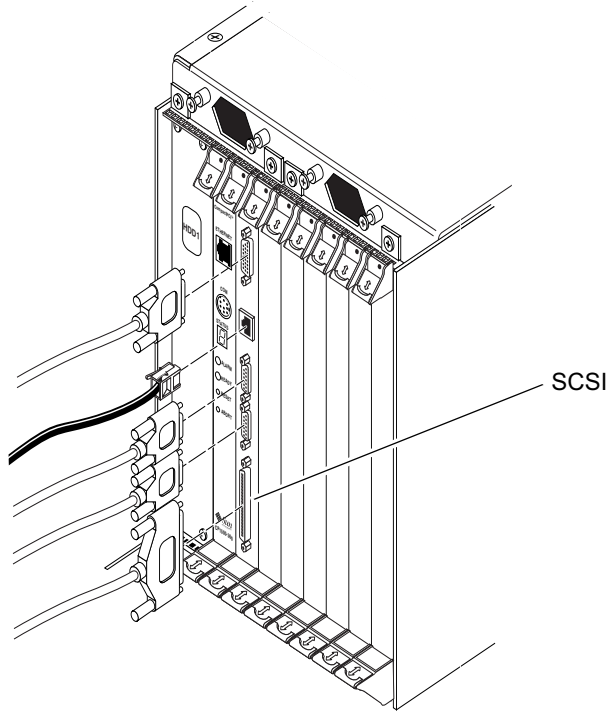

图 5-42 确定 CPU 前转换卡上 SCSI 端口的位罝 (Netra ct 800 服务器)
- 如果您的服务器是*前连接型* Netra ct 800 服务器，则 SCSI 端口位于与 CPU 卡相邻的 CPU 前转换卡上（图 5-42）。
- 如要将外部 SCSI 设备连接到 Netra ct 800 服务器的 CPU 前转换卡，请将 SCSI 电缆连接到 CPU 前转换卡上的 SCSI 端口（图 5-42）。